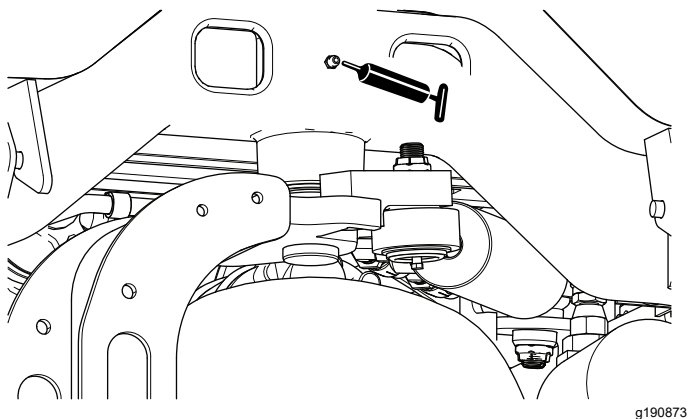

Figura 62
- Perno dello sterzo (Figura 62)